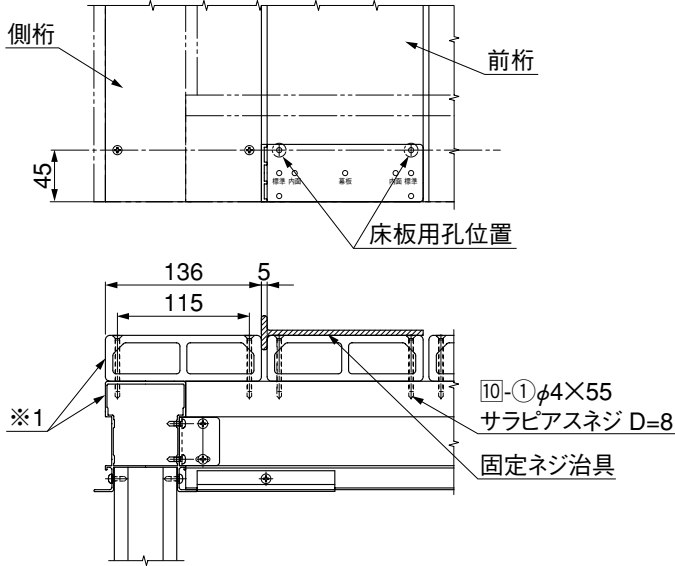

図9-1 固定ネジ治具
① 床板間に固定ネジ治具をはさみ、「標準」と刻印してある下孔(図9-1参照)を使い、φ4.5下孔とφ9サラ取りをしてください。
② 床板を桁に10-①で固定してください。